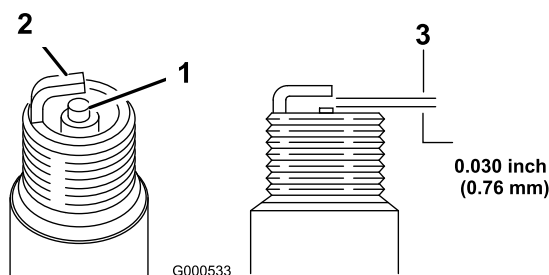

Figure 29
5. Réglez l'écartement des électrodes à 0,76 mm (0,030 po) (Figure 29).